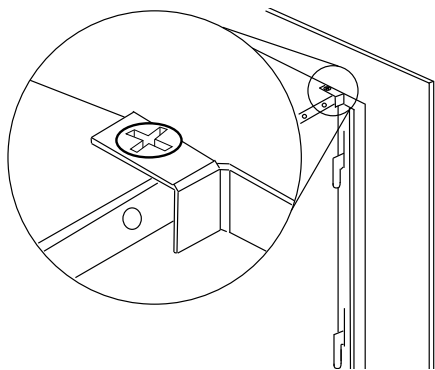

Fig. 4-1
- A. Placez une main sur le verre avant et retirez les 2 vis du haut de l'appareil (**Fig. 4-1**).